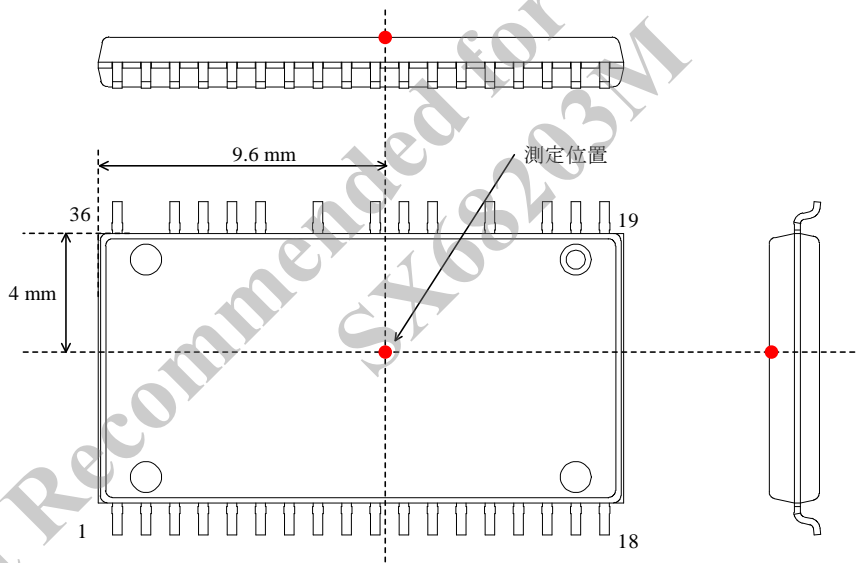

図 3-3 ケース温度測定位置
(1) ケース温度は図 3-3 で規定
(2) CEM-3、厚さ 1.6 mm、銅箔厚 35 μm の基板に実装し、モールドなし、自然空冷の場合